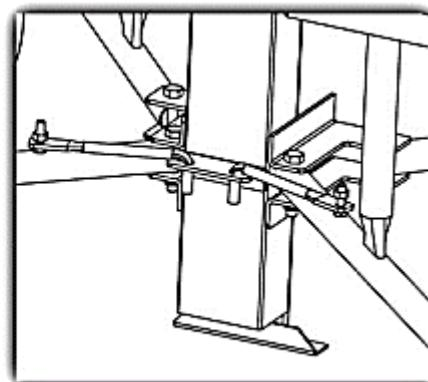

Abb. 2
- Um zu verhindern, dass das Stativ während des Aufbaus nach hinten rollt, stellen Sie die Rollen mit der Bremse wie abgebildet fest (siehe Abb. 2).